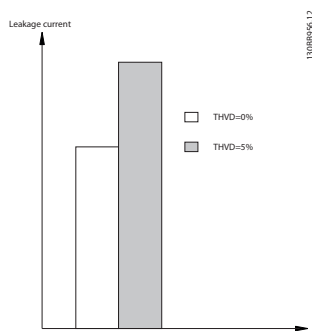

Рисунок 3.29 Влияние искажения в цепи на ток утечки
- линейные искажения (см. *Рисунок 3.29*)